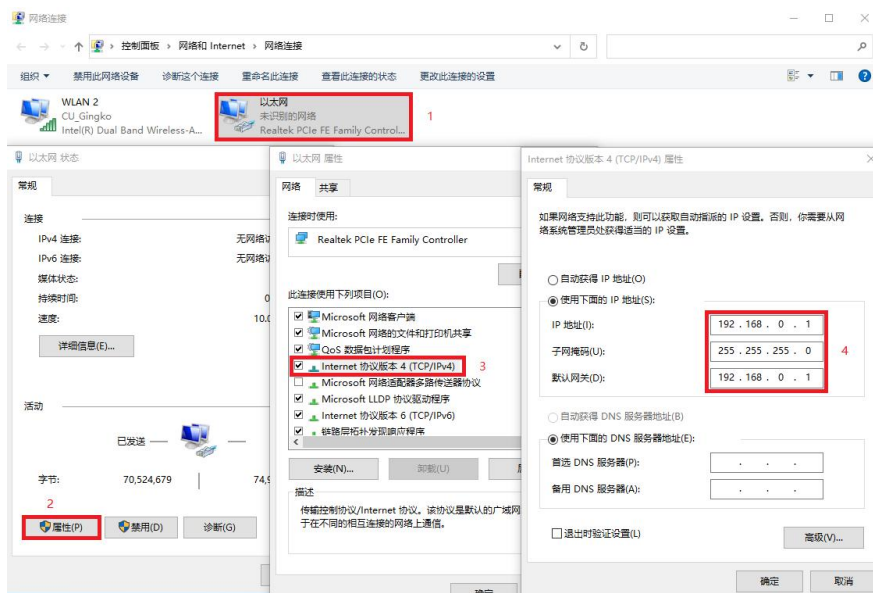

图 8-1 固件升级模式电脑IP设置界面
- (1) 将设备硬件与电脑连接；
- (2) 上电前将 CFG 引脚与 GND 引脚短接，上电1秒钟后释放 CFG 引脚，模块进入固件升级模式；
- (3) 将电脑 IP 设置为 192.168.0.1（或者同网段除 192.168.0.10 外的其他 IP 地址），如图 8-1 所示。